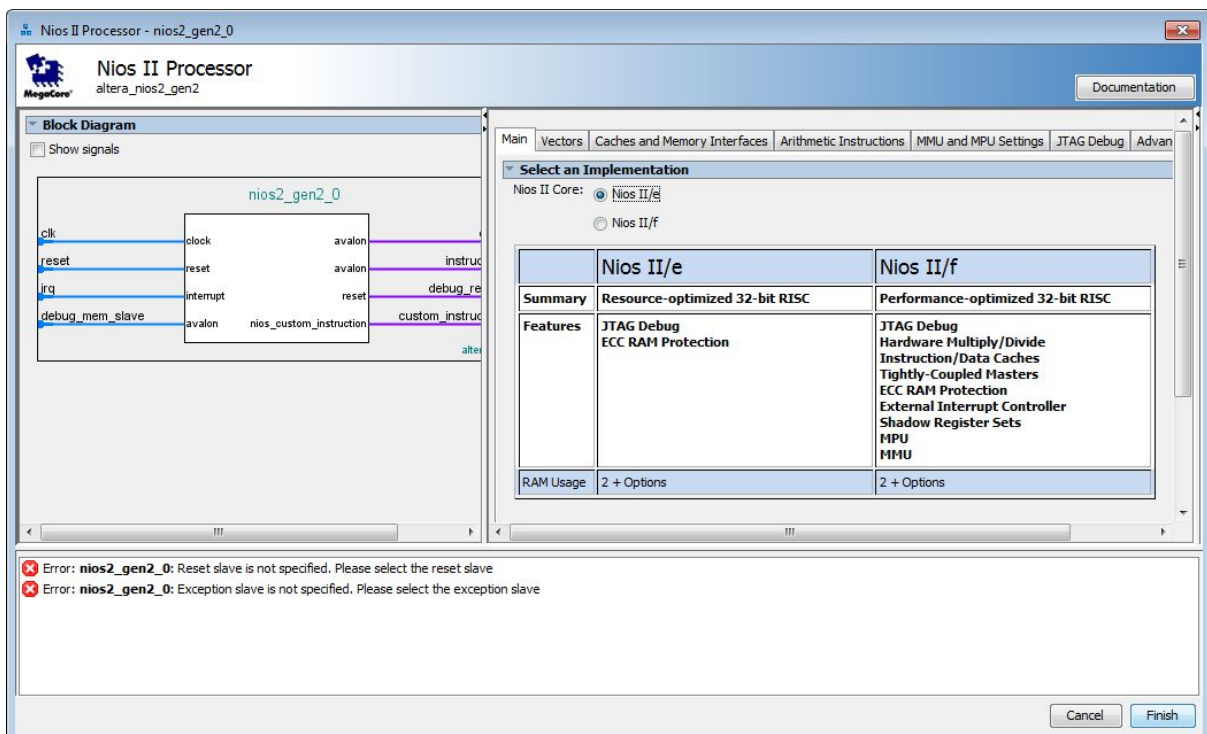
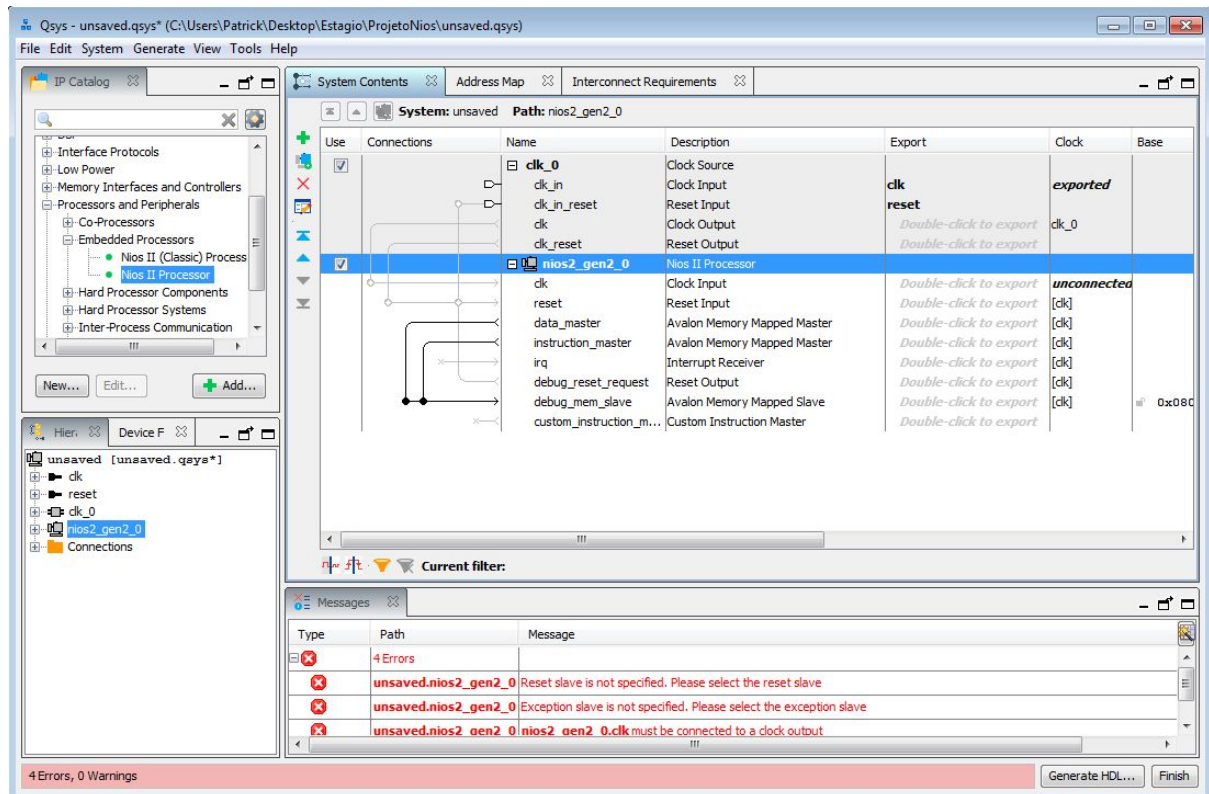

Figura 6: Configurações do processador Nios II.
Figura 7: Nios II inserido nos componentes do projeto.
- Escolha Nios II/e que representa a versão econômica do processador. Essa versão é disponibilizada para uso sem licença comercial, Figura 6. O processador Nios II têm pinos de entrada para reset e interrupção. Quando essas entradas são ativadas, o processador começa a executar as instruções em um endereço de memória específico chamado de vetor de reset e vetor de interrupção, respectivamente. Entretanto, nós não temos ainda um componente de memória inserido no nosso projeto. Como consequência, a ferramenta Qsys apresentará mensagens de erro correspondentes a esses vetores. Clique *Finish* para retornar para a janela principal que apresentará o processador Nios II escolhido, ilustrado na Figura 7.